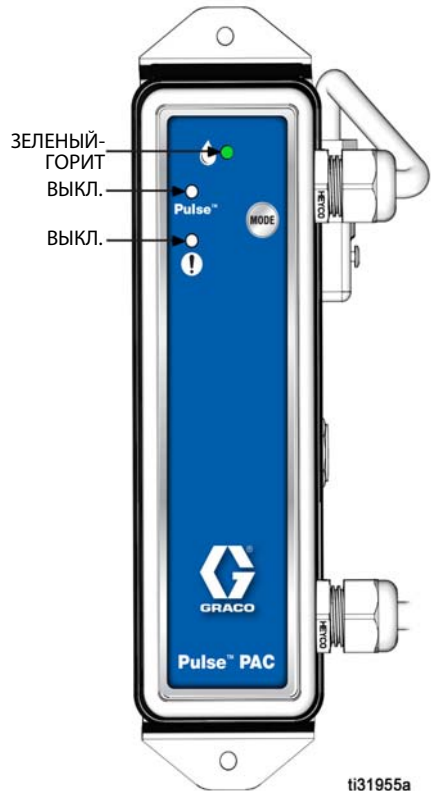

Рис. 19
ПРИМЕЧАНИЕ. См. раздел **Режим Pulse, отсутствие ошибок** (Рис. 16, стр. 12) и **Режим работы оффлайн, отсутствие ошибок**, Рис. 19, стр. 13).
- В режиме работы оффлайн (Рис. 19) воздух подается на насос таким образом, что насос может быть включен без разрешения Pulse. **ПРИМЕЧАНИЕ.** В этом режиме постоянно горит зеленый световой индикатор Work Off Line (Работа оффлайн) (C).